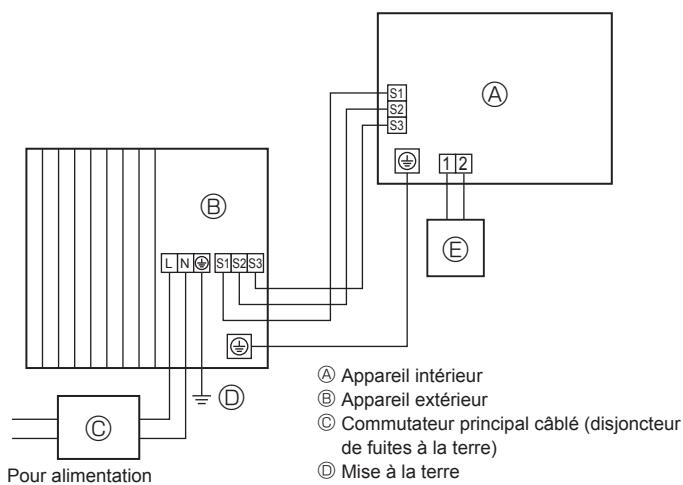
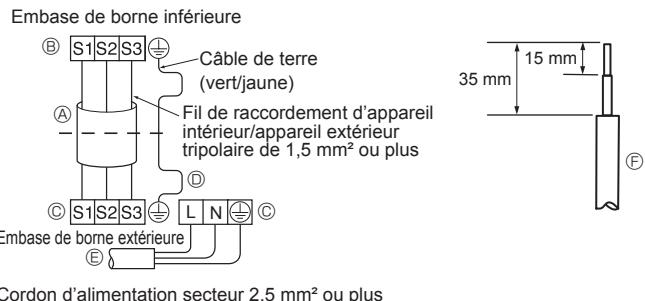
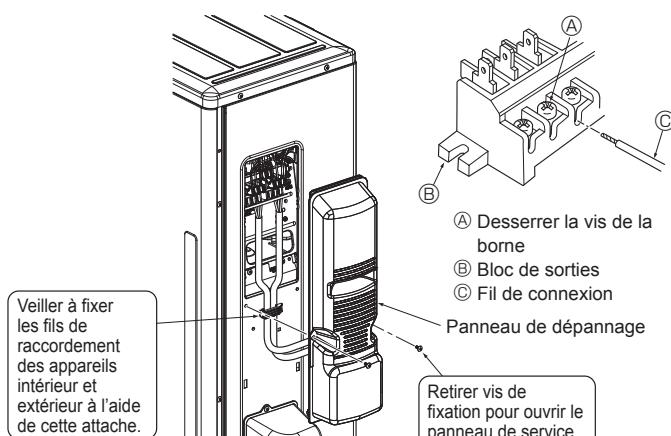

Fig. 6-1
Fig. 6-2
Fig. 6-3
6.1. Appareil extérieur (Fig. 6-1, Fig. 6-2, Fig. 6-3)
- ① Déposer le panneau de service.
- ② Raccorder les câbles conformément aux Fig. 6-1, Fig. 6-2 et Fig. 6-3.
- Effectuer le câblage selon le diagramme en bas et à gauche. (Se procurer le câble localement) (Fig. 6-2)